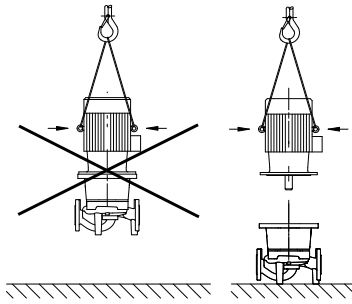

fig.7: Trasporto del motore
- Gli occhioni sul motore sono omologati solo per il trasporto del motore, non per quello dell'intera pompa (fig. 7).